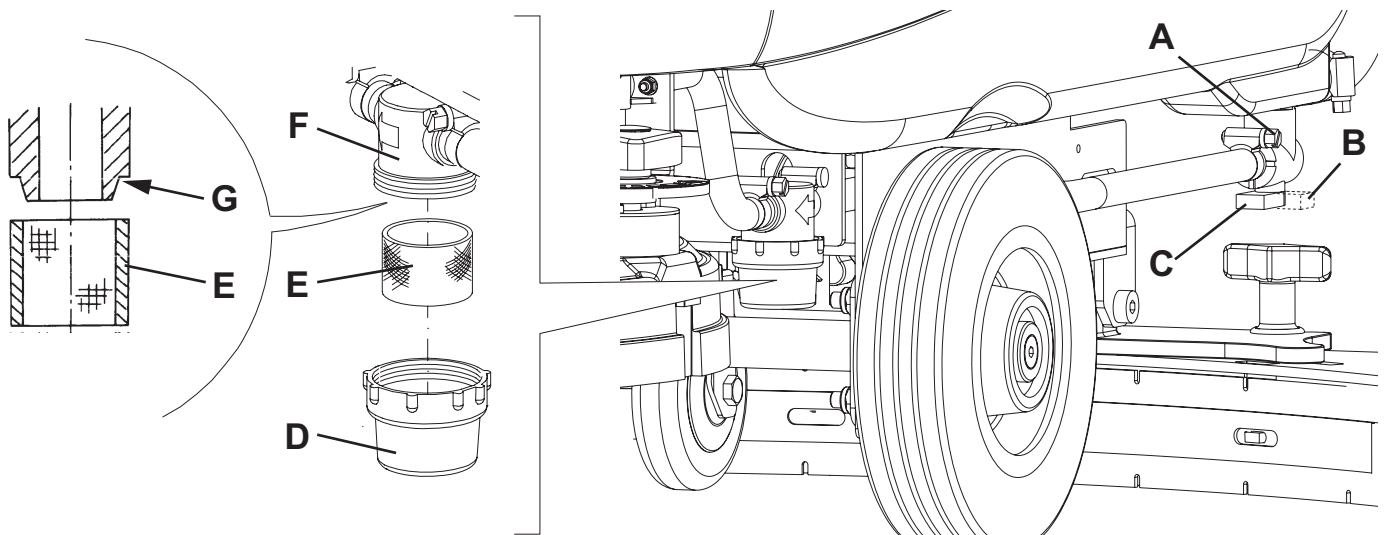

Abbildung 5
2. Das Netzkabel (3) vom Stromnetz trennen.
3. Den Hahn der Reinigungslösung (A, Abb. 5) schließen, der sich unter der Maschine, hinter dem rechten Hinterrad befindet. Der Hahn (A) ist geschlossen wenn er auf der Stellung (B) bezüglich auf der Leitung ist und er ist geöffnet wenn er auf Stellung (C) ist.
4. Den durchsichtigen Deckel (D) entfernen, dann die kleine Filtergewebe (E) entfernen. Sie reinigen und in den Halter (F) anbringen.